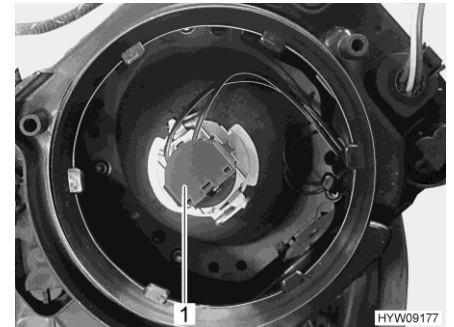

Fig. 149 Ampoule (feux de croisement/feux de route)
- Tourner la douille (Fig. 149,1) avec la lampe dans le sens inverse des aiguilles d'une montre et la retirer du boîtier de la lampe.
- Mettre la douille (Fig. 149,1) avec l'ampoule dans le boîtier de la lampe et serrer en vissant dans le sens des aiguilles d'une montre. La douille s'enclenche de manière audible.